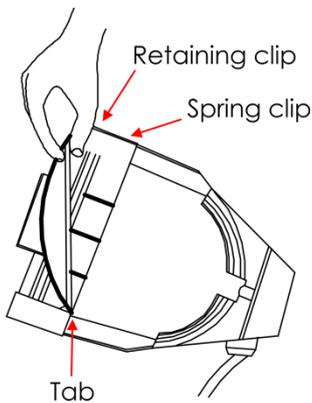
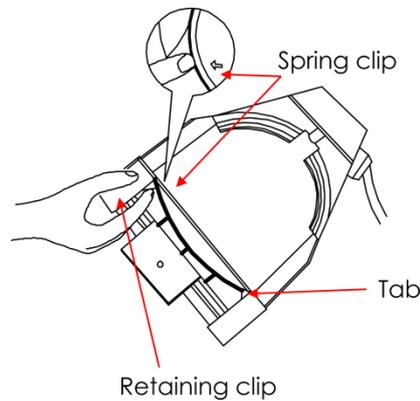

Fig. 08
Fig. 09
- 03) Sujete la lente por el borde, de forma que el lado convexo apunte hacia la parte trasera del dispositivo (Fig. 08).
- 04) Deslice la lente por detrás la brida de resorte (Fig. 08) y coloque su base detrás de las presillas (Fig. 09) situadas en la parte inferior del anillo de rotación.
- 04) Empuje el resorte de ajuste para quitar la lente (Fig. 09).
- 01) Coloque el dispositivo con el frontal mirando hacia usted. Inclínelo ligeramente (Fig. 09).